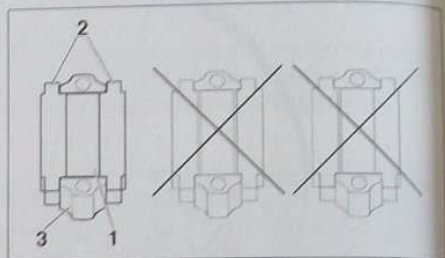

FIG.43
- Monter les segments huilés sur les pistons en commençant par le segment racleur (6) puis celui d'étanchéité (7) et enfin le segment coup de feu (8) en plaçant les marquages "Top" vers la tête du piston. Tiercer les segments à 120°, en les décalant par rapport à l'axe de piston et à la coupe du segment racleur.
- Monter dans leur chapeau, les coussinets (1) huilés suivant la classe déterminée pour chaque maneton. Ils doivent parfaitement être centrés sur la bielle (3) et le chapeau. Utiliser pour cela l'outil (2) PSA 0194.P (Fig.43).